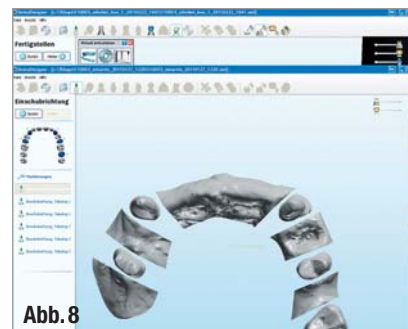
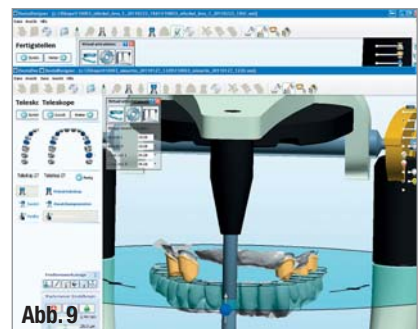

Abb. 8
Abb. 9
Der Datentransfer in die Software DentalDesigner ist dank einer eigenen Importfunktion problemlos über E-Mail, USB-Stick oder CD möglich. Da die beiden Komponenten – Lava C.O.S. und DentalDesigner – von den Unternehmen genauestens aufeinander abgestimmt wurden, ist ein reibungsloser Ablauf bei diesem Schritt sichergestellt. Im DentalDesigner wurden die Primärkronen digital konstruiert. Hierzu erfolgte zunächst die Festlegung der Einschubrichtung (Abb. 8). Danach generierte die Software einen Konstruktionsvorschlag für die fünf Kappchen, der im virtuellen Artikulator noch einmal überprüft wurde (Abb. 9).
- ▲ Abb. 8: Festlegen der Einschubrichtung im DentalDesigner. ▲ Abb. 9: Die Primärkronen im virtuellen Artikulator.